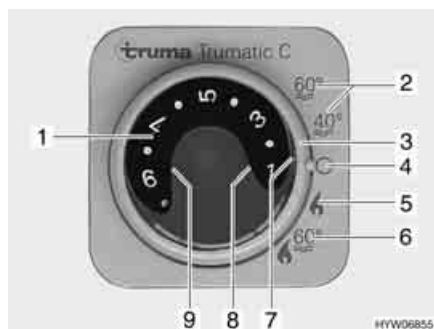

Fig. 165 Centralina di controllo per riscaldamento/boiler
- Impostare la modalità di funzionamento tramite l'interruttore girevole (Fig. 165,3).
A seconda della temperatura ambiente desiderata, il riscaldamento seleziona automaticamente il livello del bruciatore necessario. Al raggiungimento della temperatura ambiente desiderata, il bruciatore si spegne. Durante la modalità di funzionamento "Riscaldamento e boiler" (Fig. 165,6) è riscaldata anche l'acqua nel boiler. Nella modalità di funzionamento "Riscaldamento senza boiler" (Fig. 165,5) è possibile far funzionare il riscaldamento con il boiler vuoto.
- Impostare la manopola della temperatura (Fig. 165,1) sulla centralina di controllo scegliendo la potenza desiderata.
- Posizionare l'interruttore girevole (Fig. 165,3) su funzionamento invernale "Riscaldamento senza boiler" (Fig. 165,5) o "Riscaldamento e boiler" (Fig. 165,6).
Si accende la spia verde di controllo (Fig. 165,7).
- Posizionare l'interruttore girevole (Fig. 165,3) su "O" (Fig. 165,4).
La combinazione funzionamento a gas e funzionamento elettrico a 230 V diminuisce il tempo di riscaldamento (è possibile solo se il riscaldamento viene impostato sulla centralina di controllo (Fig. 165) su funzionamento invernale).